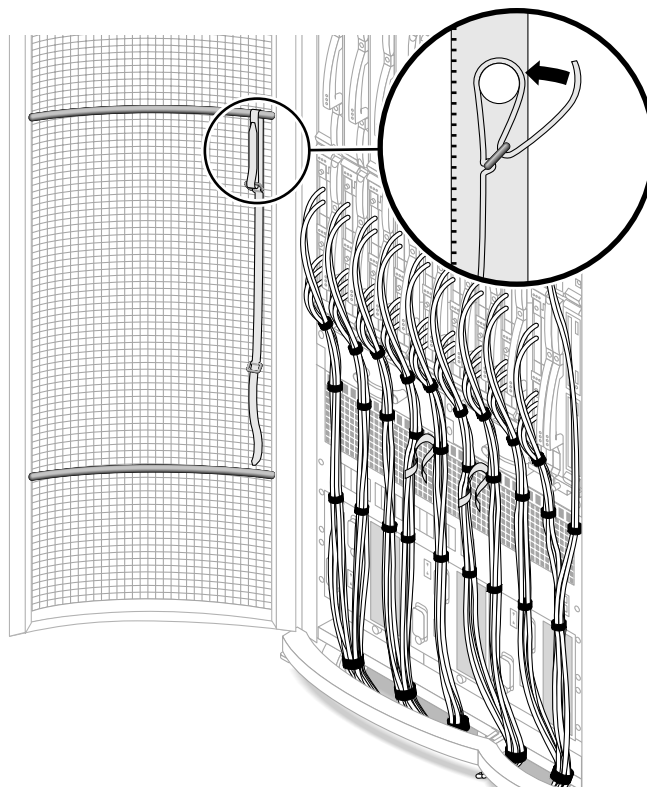

図 9 背面ドアの保守ストラップ
1. 129.5 cm (51.0 インチ) の緑のバックルストラップ (No. 2) の 43.2 cm (17.0 インチ) の方の端を、ドアのヒンジ側の上部クロスバーに掛けます (図 9)。